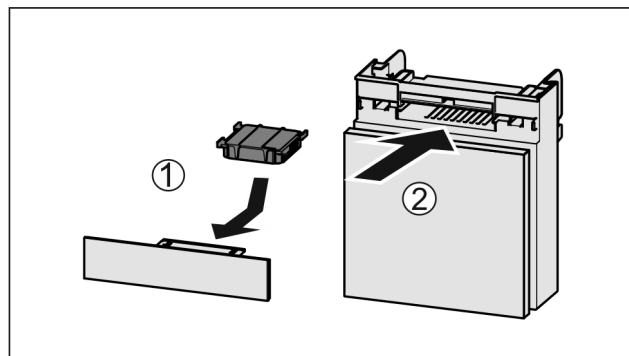

Fig. 198
- ▶ Helyezze be Fig. 198 (1) az aktív szén-szűrőt az ábrán látható módon.
- ▶ Tolja be Fig. 198 (2) a rekeszt.